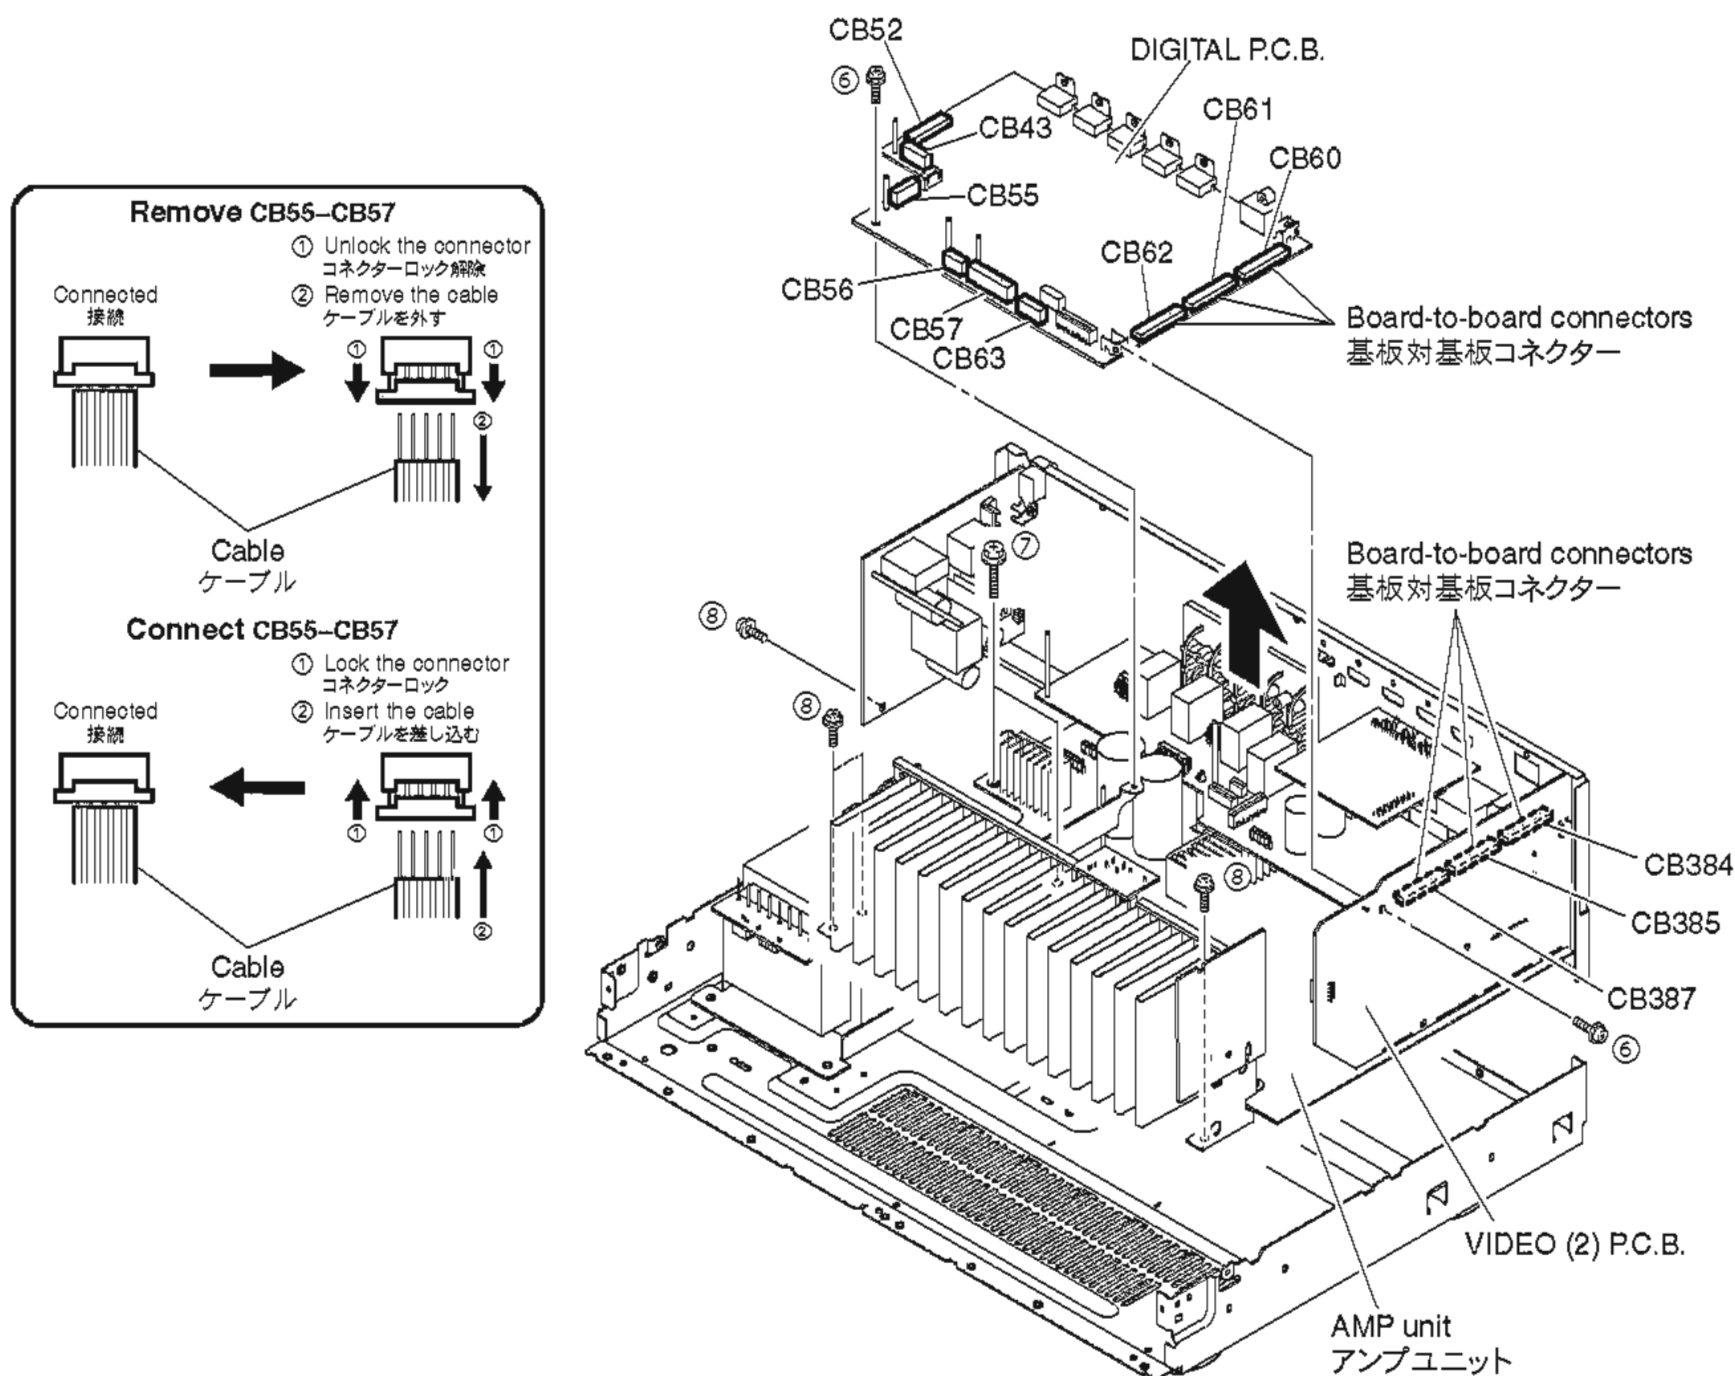

Fig. 2
- Remove 2 screws (⑥). (Fig. 2)
- Remove CB43, CB52 and CB63. (Fig. 2)
- Unlock and remove CB55-57. (Fig. 2)
- Remove the DIGITAL P.C.B. which is connected directly to the VIDEO (2) P.C.B. with board-to-board connectors. (Fig. 2)
- Remove 2 screws (⑦) and 4 screws (⑧). (Fig. 2)
- Remove the amp unit. (Fig. 2)
- ⑥ のネジ 2 本を外します。(Fig. 2)
- CB43、CB52、CB63 を外します。(Fig. 2)
- ロックを外し、CB55～57 を外します。(Fig. 2)
- DIGITAL P.C.B. を外します。ただし、DIGITAL P.C.B. は VIDEO (2) P.C.B. に基板対基板コネクタで直接接続されています。(Fig. 2)
- ⑦ のネジ 2 本、⑧ のネジ 4 本を外します。(Fig. 2)
- アンプユニットを外します。(Fig. 2)